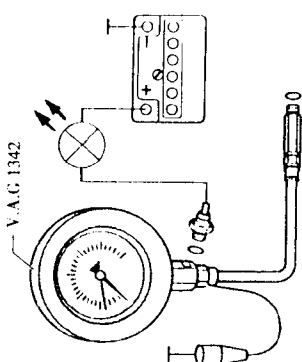

图 1-27 机油压力的检测
(3) 检查机油压力和机油压力开关。拆下机油压力开关(F_1),并把它拧进检测仪,用检测仪代替机油压力开关拧进机油滤清器盖,安装检测仪的搭铁线(-),如图 1-27 所示。将检测灯 V.A. G1527 用检测用辅助接线 V.A. G1594 接到蓄电池的正极(+)和机油压力开关之间,发光二极管必须发亮。起动发动机并逐渐提高发动机转速,当机油压力为 1.2~1.6Pa 时,发光二极管必须熄灭,